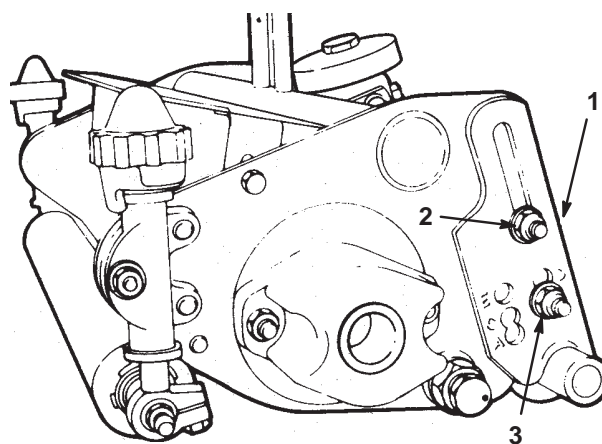

図 3
2. 後刈り高ブラケットを所望の位置に取り付ける。取り付けは、上部のキャップスクリューとナットをゆるめ、下部のナットとボルトを取り外して行う(図3)。